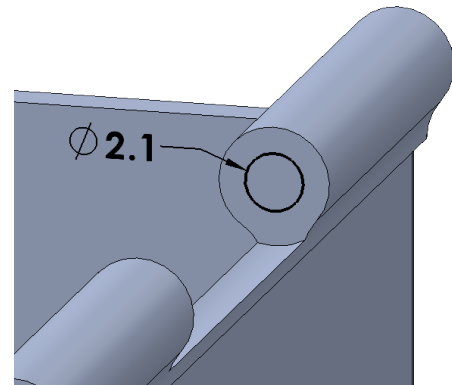

Fig. 20
Step 5. Dimension **diameter 2.1**, Fig. 20.